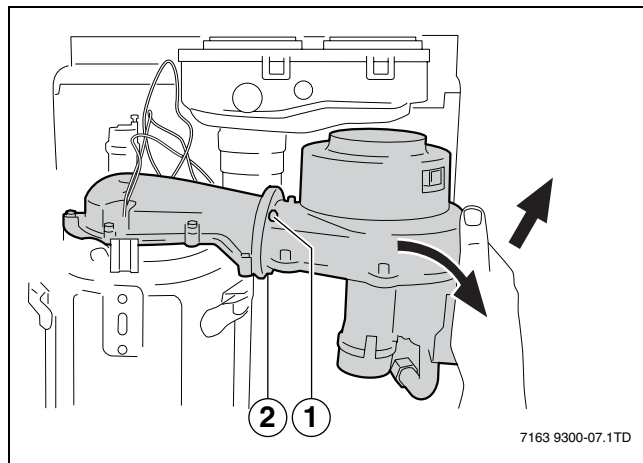

Fig. 7
- Verificare la tenuta del raccordo tra ventilatore e bruciatore (→ fig. 7, [2]).